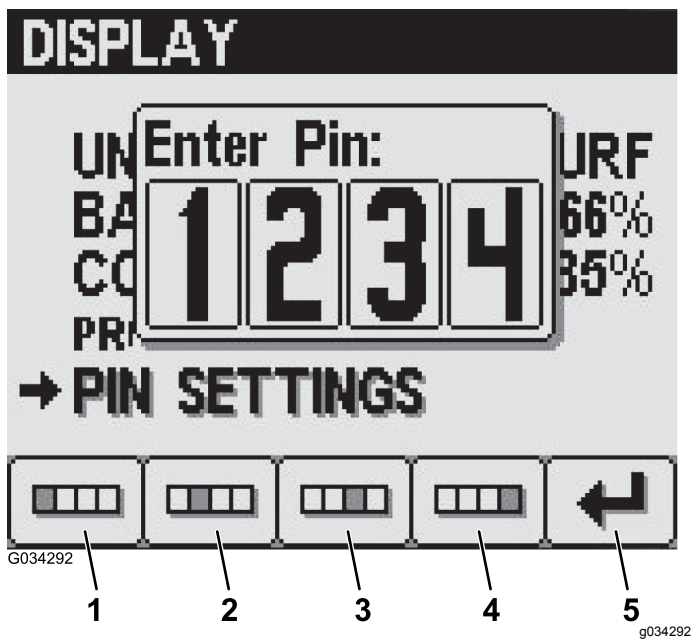

Figure 30
- Saisissez votre code PIN à 4 chiffres au moyen des touches 1 à 4 puis appuyez sur la touche 5 pour entrer le code PIN dans l'InfoCenter (Figure 30).
4. Sur l'écran de Saisie de l'ancien code PIN, saisissez votre ancien code PIN au moyen des touches 1 à 4 puis appuyez sur la touche 5 pour entrer le code PIN dans l'InfoCenter (Figure 30).